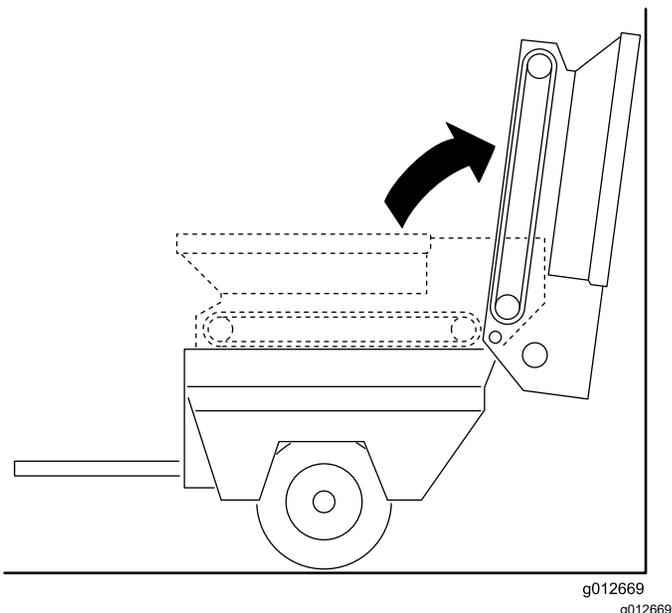

图 24
5. 向后翻转料斗并倚靠到墙壁、梯子等物体上面。不要将料斗靠着机器后部放置因为这样可能会损坏滚刷或液压联轴器 图 24。
重要事项 确保料斗翻转超过中心线和/或固定到墙壁或柱子上防止其意外跌落到工作区 图 24。